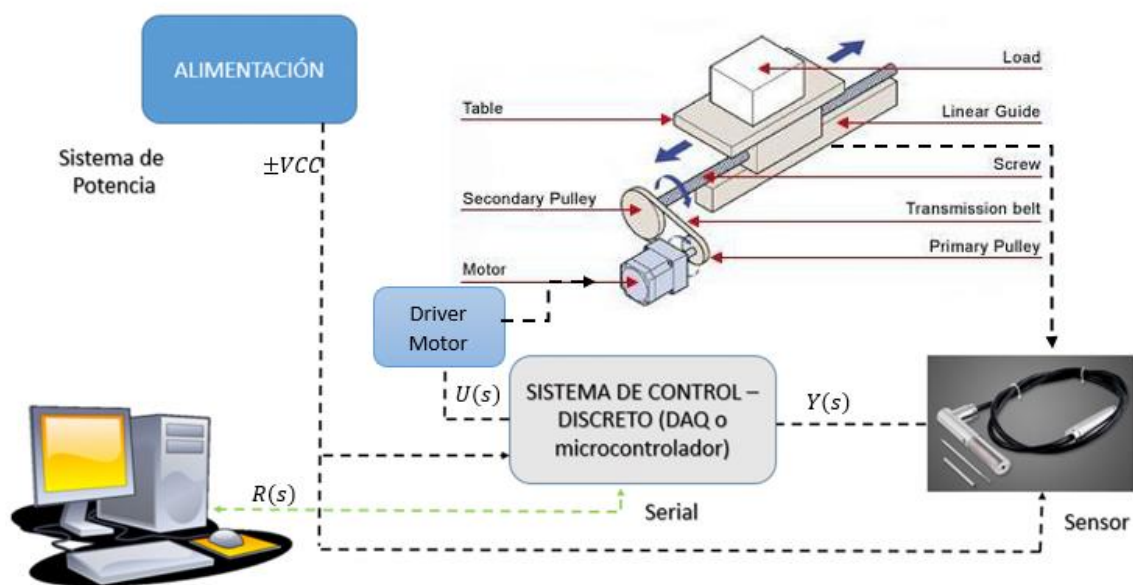

Figura 1: Esquema prototipo de control de posición de una masa con husillo de avance.
General: Diseñar y construir un sistema que asegure la posición de una masa-sistema husillo de avance (ver figura 1), mediante LabVIEW.
- Realizar el dimensionamiento del prototipo que se muestra en la Figura 1, tal que permita integrar un motor DC a un sistema masa-husillo de avance y garantizar control y medición de la posición de la masa.